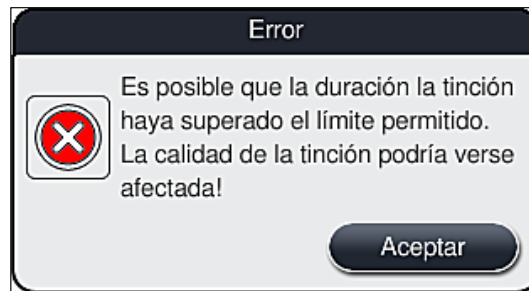

Fig. 107
1. Después de confirmar este mensaje, se informa al usuario de que es posible que se hayan excedido los períodos de tinción, es decir, las cestas individuales ya han pasado demasiado tiempo en un reactivo en ciertas circunstancias o en una estación crítica, lo que puede impedir la calidad de tinción. Confirme este mensaje informativo (→ "Fig. 107") pulsando el botón **Aceptar** para reanudar.